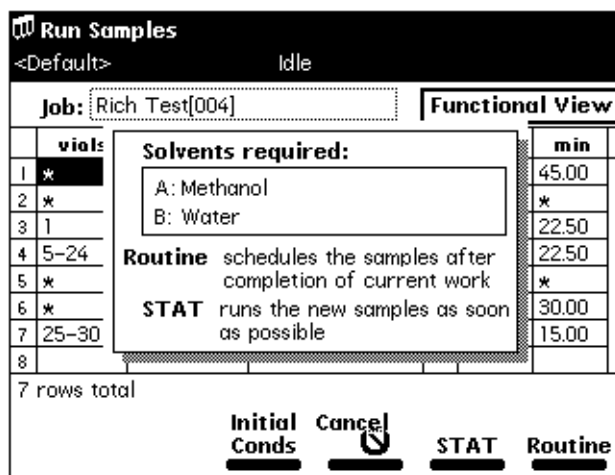

图 5-5 显示所需溶剂对话框的运行样品屏幕
- 按 **Start**（开始）屏幕键。Run Samples（运行样品）屏幕将显示运行所需的溶剂列表（图 5-5）。检查是否已准备好具有指定溶剂的分离单元。
5. 按 **Start（开始）** 屏幕键。屏幕显示运行所需溶剂的列表，如图 5-5 所示。检查是否已准备好具有指定溶剂的分离单元。